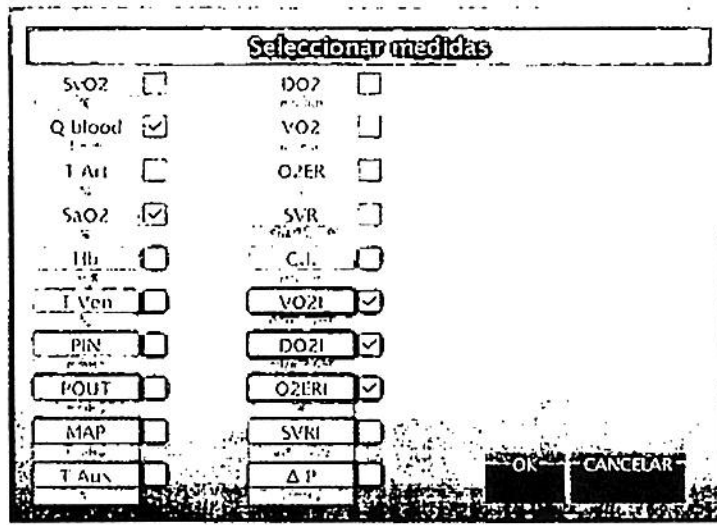

Figura 10: Pantalla que permite modificar las medidas visualizables en la Pantalla principal 1.
- Las unidades de medida se indican en una pantalla descriptiva especial (figura 10).